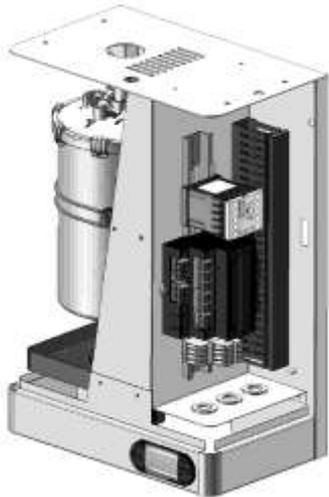

Fig. 1
2. Togliere la carena in acciaio inox dell'umidificatore girando le 2 serrature ai lati (**Fig. 1**),